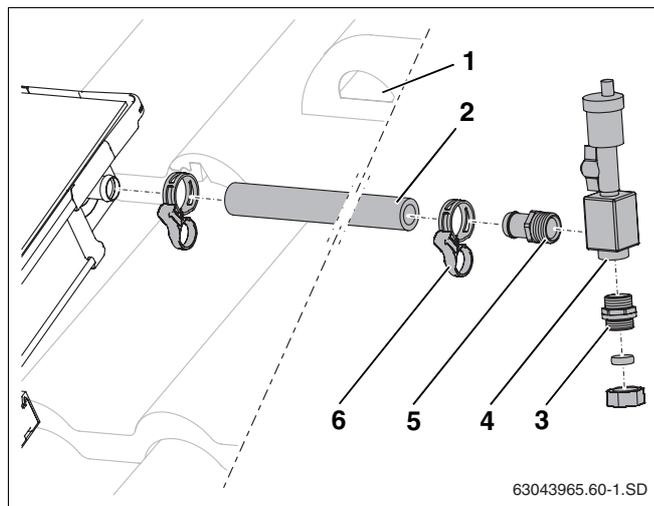

Рис. 56 Подключение шланга солнечного коллектора к штуцеру подающей линии
- Надеть длинный шланг (1000 мм, рис. 56, **поз. 2**) на штуцер для подключения подающей линии и зажать пружинным хомутом.
- Провести шланг солнечного коллектора вместе с кабелем датчика через черепицу с вентиляционным отверстием (рис. 56, **поз. 1**) и изоляцию кровли.
- Прикрутить наконечник R $\frac{3}{4}$ с кольцом (рис. 56, **поз. 5**) и двойной ниппель с кольцом (рис. 56, **поз. 3**) к воздухоосборнику (рис. 56, **поз. 4**).
- Вставить наконечник шланга до упора в шланг солнечного коллектора и закрепить пружинным хомутом (рис. 56, **поз. 6**).
- Подключить сборную линию к резьбовому соединению с зажимным кольцом (рис. 56, **поз. 3**).